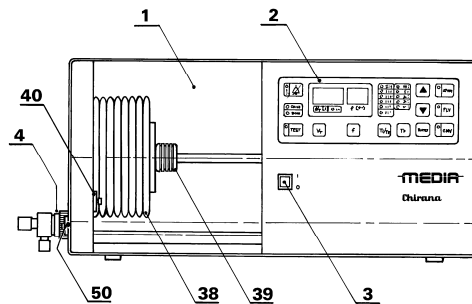

Рис.1
После распаковки устройство очищается и вкладывается в раму наркозного аппарата. Присоединение к контуру пациента осуществляется с помощью полученной надставки (для дыхательных мехов для взрослых или детей) и гофрированных шлангов согласно инструкции по обслуживанию самого наркозного аппарата. При этом необходимо особое внимание уделять монтажу выдыхательного клапана (4)-рис.1. Клапан привинчивается с помощью накидной гайки в резьбу на левой боковой стороне вентилятора, проверяется, достаточно ли хорошо он затянут, чтобы при работе вентилятора не произошло самопроизвольное ослабление. Присоединение выдыхательного клапана к вентилятору и к наркозному аппарату схематически изображено на левой боковой стороне вентилятора над выдыхательным клапаном. Сточный шланг присоединяется к поглотителю с активированным углем или к центральной отсасывающей системе.
Шнур сетевого привода (6) - рис.3 всунем в сетевую розетку, устройство включим сетевым выключателем (3) - рис.1 и по истечении примерно 5 сек. вынем сетевой шнур из розетки. Сразу же после отсоединения сетевого привода от сети должен зазвучать регулярно прерываемый акустический сигнал тревоги. В то же время погаснут все индикаторы и изобразительные элементы на клавиатуре управления устройства (2) - рис.1.